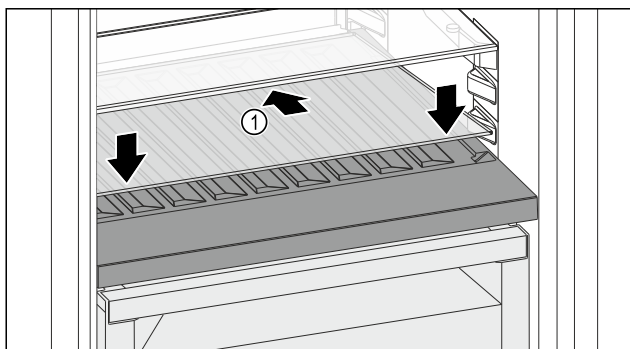

Fig. 118
- Placer la plaque de verre *Fig. 118 (1)* en biais et inclinée vers le bas.
- Abaisser l'avant de la plaque de verre *Fig. 118 (1)*.